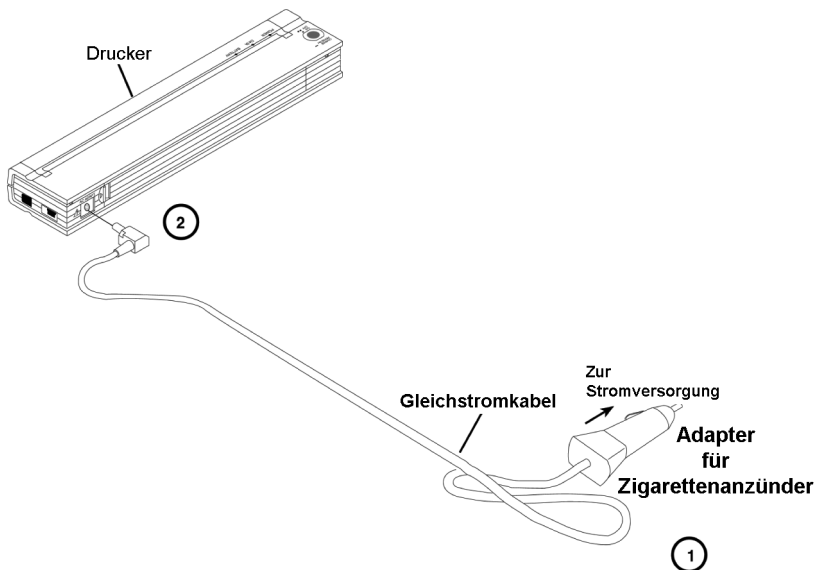

Abbildung 3. Anschluss des Druckers an Gleichstrom
1. Schließen Sie einen PA-AD-500CG / WR (entweder mit Stecker für den Zigarettenanzünder oder fest verdrahtet) an die 12-V-Autobatterie an, wie in Abbildung 3 gezeigt. (Diese Gegenstände sind als Zubehör erhältlich.)